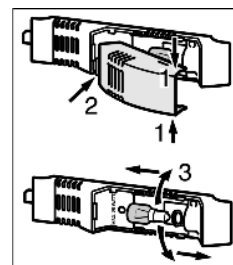

Fig. 23
- ▶ Saisir la protection d'ampoule en haut et en bas Fig. 23 (1).
- ▶ Déclipser à l'arrière et détacher la protection d'ampoule Fig. 23 (2).
- ▶ Remplacer l'ampoule. Fig. 23 (3)